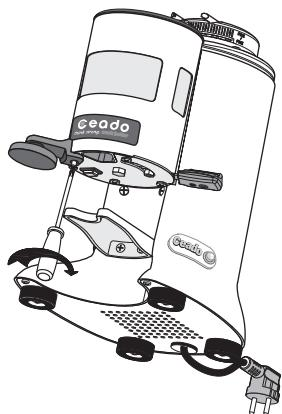

Abb. 11
- 4** Die Befestigungsschraube anschrauben und gut anziehen (Abb. 11).